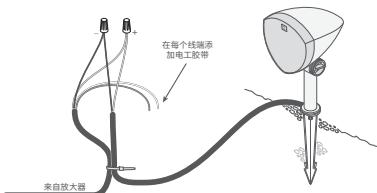

图 4
2. 从离放大器最远的扬声器开始，根据下表剥去相应放大器通道的地线切割端 3/4 英寸 (1.9 厘米) 的绝缘层，然后剥去相应扬声器尾纤末端的绝缘层。用电工胶带包裹所有未使用的线缆，以防受潮和短路（见图 4）。
3. 用扎带将直埋电缆连接到扬声器尾纤（见图 4）。